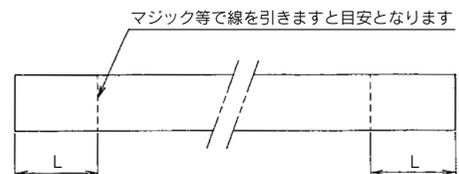
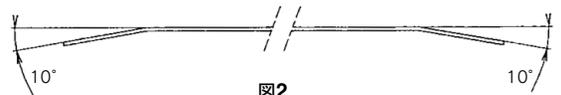

図1
図2
- 交換用ダストシールバンドは、表1の寸法に切断し、両端部を図1の箇所に表2の寸法にて約10°折り曲げ(図2)ます。